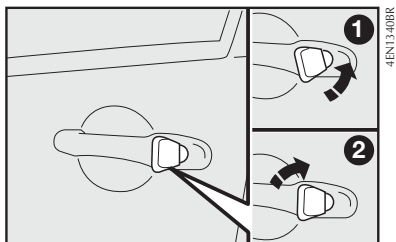
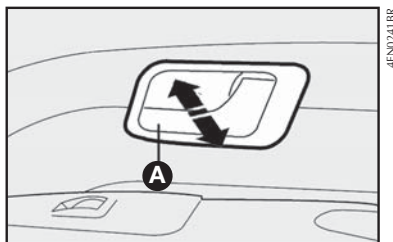

fig. 87
fig. 88
### Abertura manual por fora – fig. 87
Abertura: puxar a maçaneta de abertura **A**—fig. 88.
Efetuar o travamento das portas, manualmente, pressionando a maçaneta interna de abertura da porta dianteira direita **A**—**fig. 88** e, a seguir, girar a chave na fechadura externa da porta do motorista posição **2**—**fig. 87** no sentido horário.
– Para fechar a porta manusear a maçaneta pela região **C**—**fig. 88**, para evitar o acionamento da fechadura, que iria impedir o fechamento da porta. O correto fechamento da